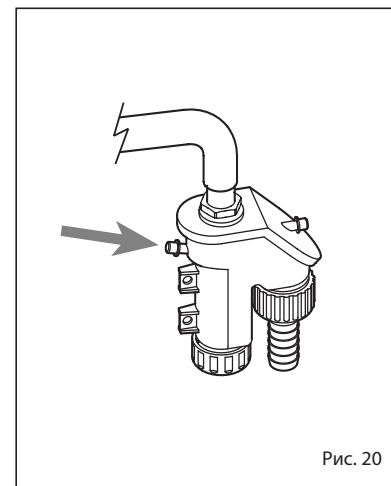

Рис. 20
4.5 ТЕХНИЧЕСКОЕ ОБСЛУЖИВАНИЕ (рис. 20)
Возможное наполнение выполняется через специальное отверстие (рис. 20).